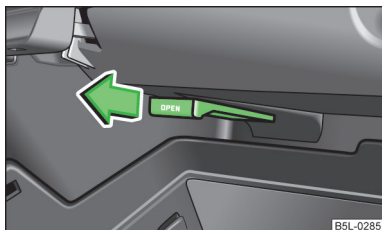

Fig. 71
- Il flusso d'aria sarà attivato tirando la leva nella direzione indicata dalla freccia » fig. 71.